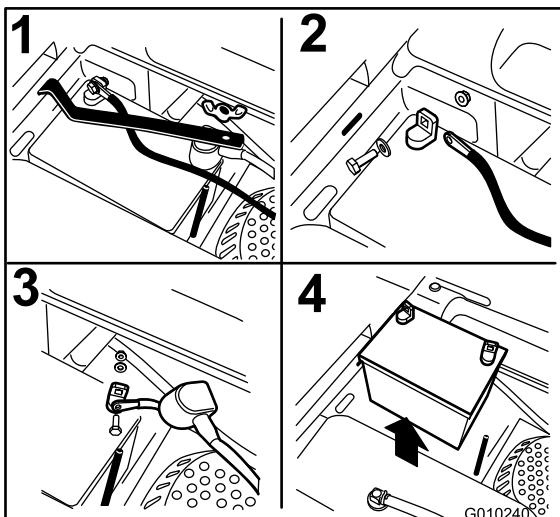

Figura 48
3. Togliete il dado ad alette che fissa la fascetta della batteria (Figura 48).
4. Togliete la fascetta (Figura 48).
5. Sfilate la guaina rossa dal morsetto positivo (rosso) della batteria e togliete il cavo positivo (+) (rosso) della batteria (Figura 48).
6. Togliete la fascetta (Figura 48).
1. Posizionate la batteria nel vassoio, con i poli in posizione opposta al serbatoio idraulico (Figura 48).
5. Fissate i cavi con 2 bulloni, 2 rondelle e 2 dadi di bloccaggio (Figura 48).
6. Montate la fascetta e fissatela con il dado ad alette (Figura 48).